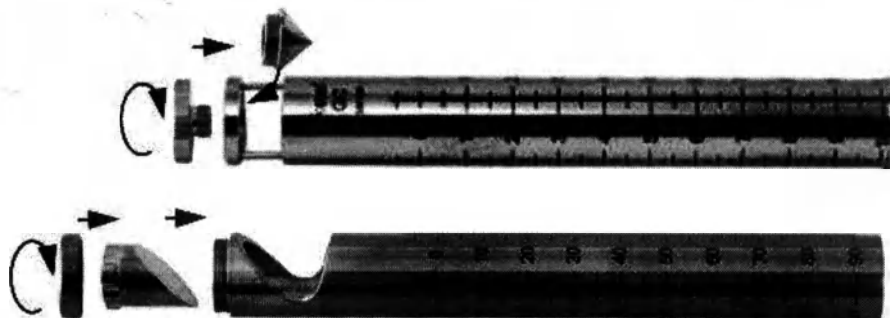

Рисунок 10: Сборка адаптера GA (или GC) – крепление позолоченного зеркала.
1. Аккуратно соберите адаптер GA (или GC) – вставьте золотое зеркало на место и закрепите его с обратной стороны специальной гайкой для зеркала. (см. рис. 10)